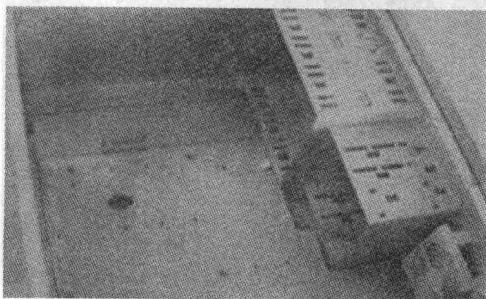

图 2-9
1. 将配置的机箱拆开两侧的挡板,并将其平放于工作台上。如图 2-9 所示。